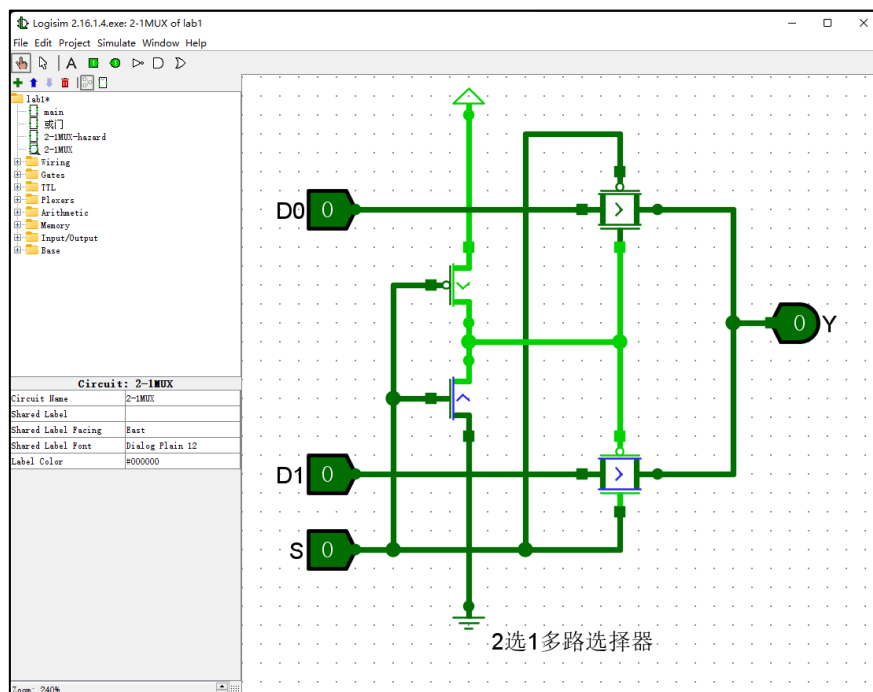

图 1.18 用传输门实现 2 路选择器并仿真验证
5) 选择基本部件并互连，然后进行仿真检测，以验证电路功能。实现电路如图 1.18 所示，保存该电路设计文件。